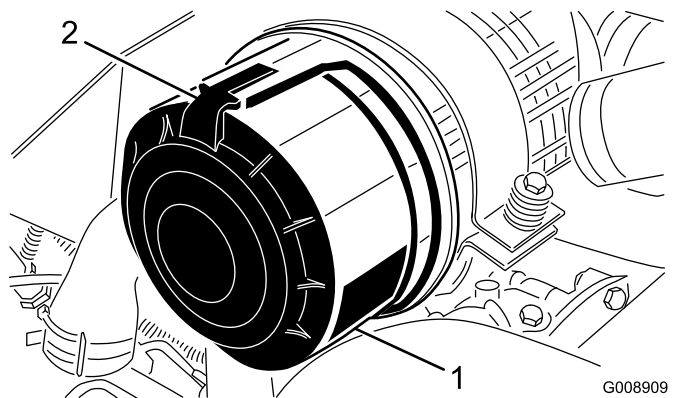

Figura 87
1. Liberte os trincos que fixam a cobertura do filtro de ar ao respetivo corpo (Figura 87).